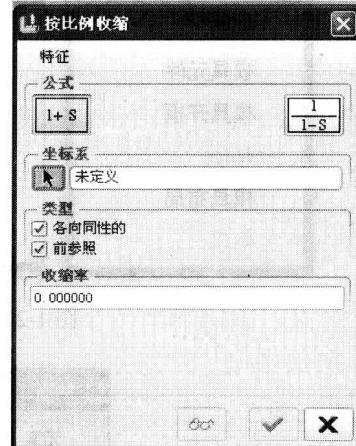

图 1-20 “按比例收缩”菜单
- (1) 在“收缩”菜单选择“按比例”，打开如图 1-20 所示的“按比例收缩”菜单。
- (2) 如果选择按比例收缩，应先选择某个坐标系作为收缩基准，并且分别对 X、Y、Z 轴方向设置收缩率，采用按比例收缩，收缩率只会应用到参照模型，不会应用到设计模型。